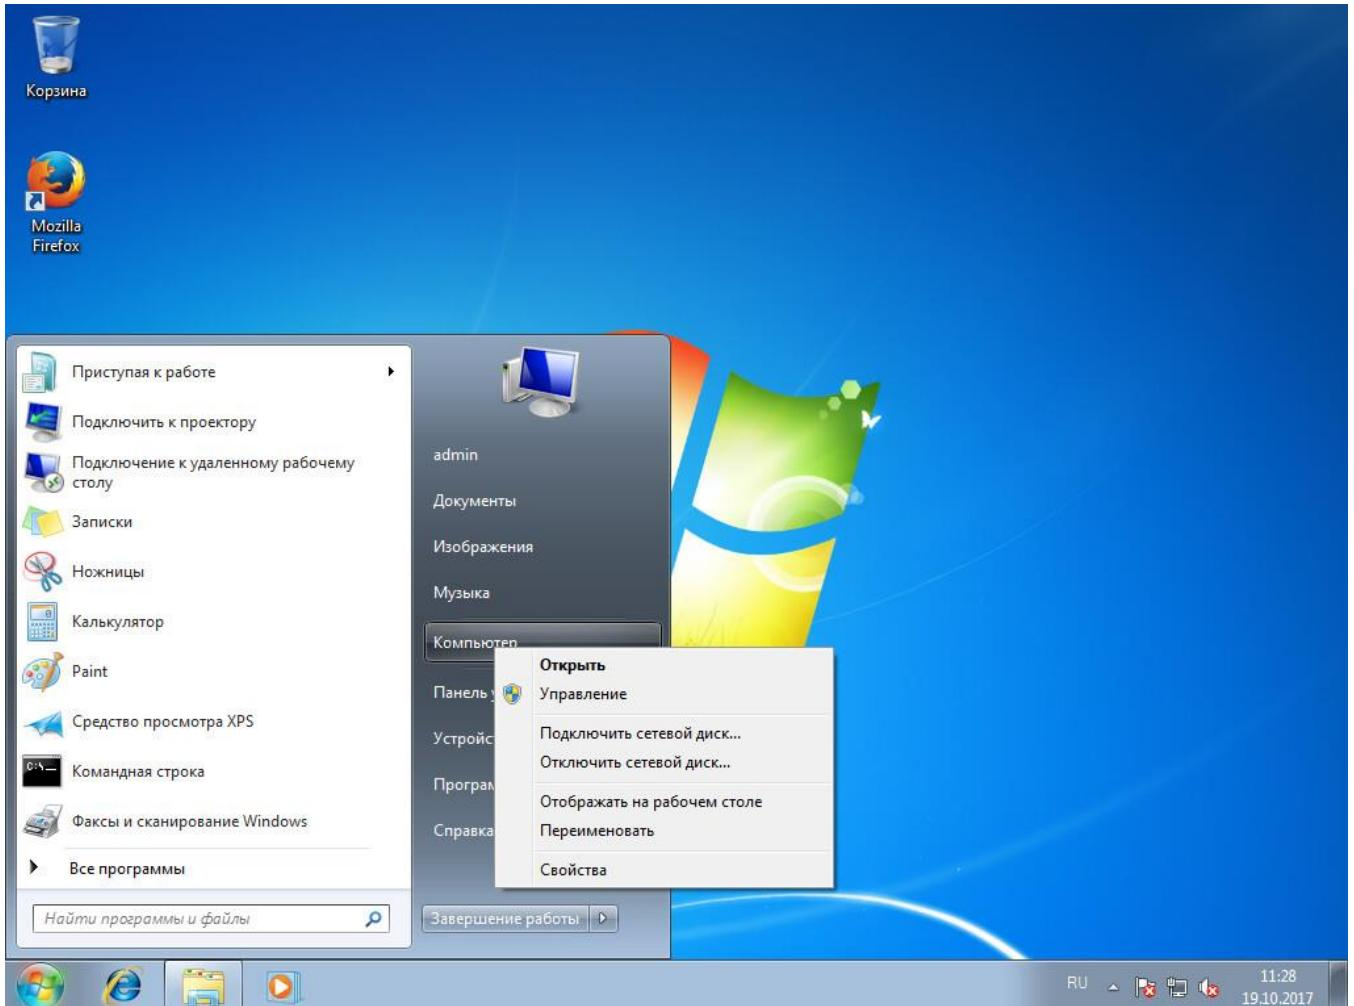

Рисунок 98 – Windows 7
- 1) В меню «Пуск» нажать на правую клавишу мыши на «Компьютер» (см. Рисунок 98)